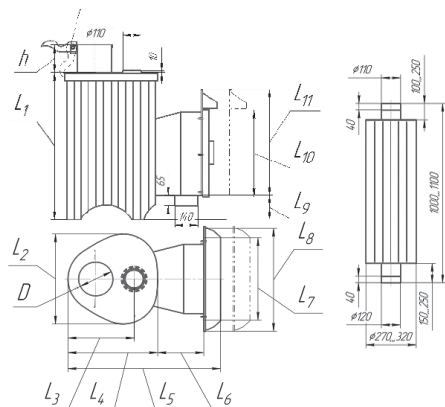

Рисунок 4.1. Общий вид печи, с нанесенными основными размерами
**4.1.** На рис. 4.1 показан общий вид печи с обозначенными основными размерами.